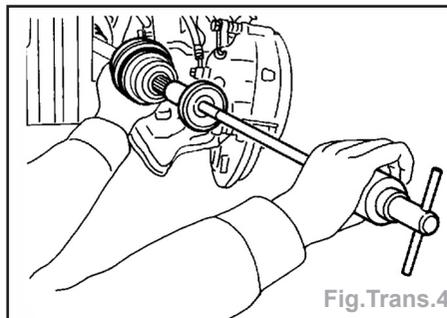

Fig. Trans.4
- Visser l'extracteur du semi-arbre dans le sous-ensemble de joint à une profondeur de **30 mm ou plus** (fig. Trans.4).